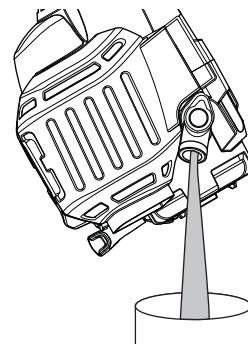

Fig. 13
3. Faites basculer l'appareil verticalement pour déverser l'huile de l'orifice de remplissage dans un récipient (Fig. 13). Prévoyez suffisamment de temps pour une vidange complète.